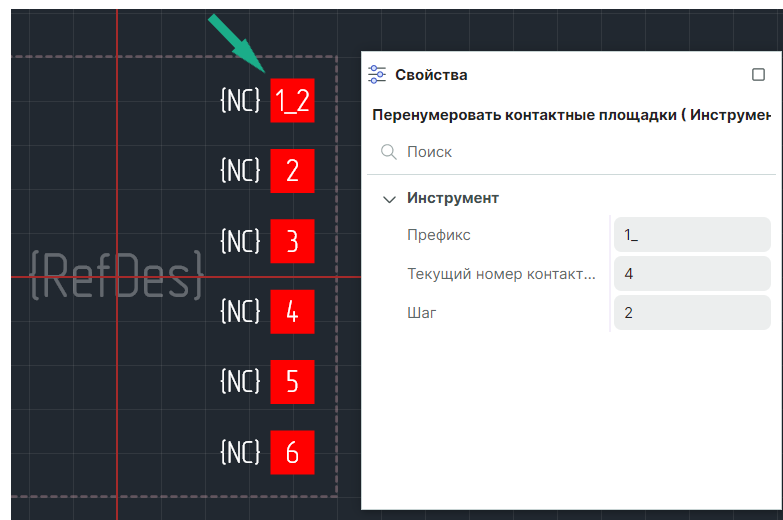

Рис. 139 Начало переименования контактных площадок
4. Указанной контактной площадке будет присвоен новый номер с учетом настроенных параметров, определенных на панели «Свойства», см. Рис. 139.
Пример! На Рис. 139 зеленые стрелки отображают очередность перемещения при переименовании контактных площадок.